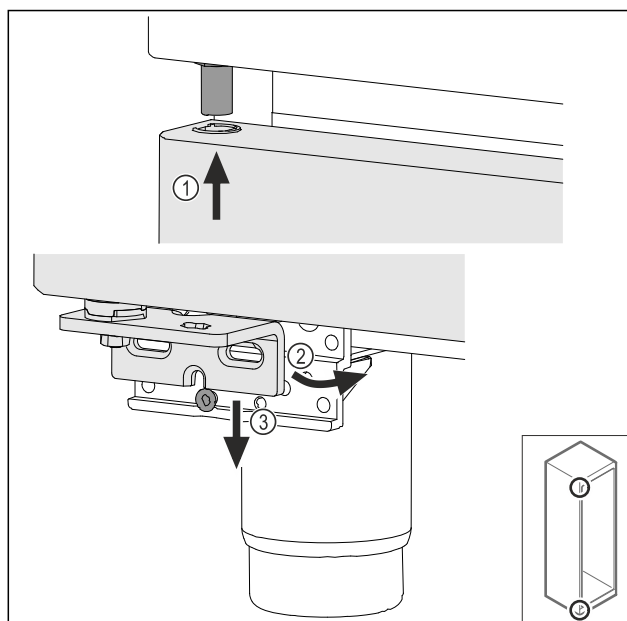

Fig. 49
- Indfør døren let på skrå foroven Fig. 49 (1), indjuster døren lige Fig. 49 (2), og påsæt den fornedden på lejebuksskruen Fig. 49 (3).